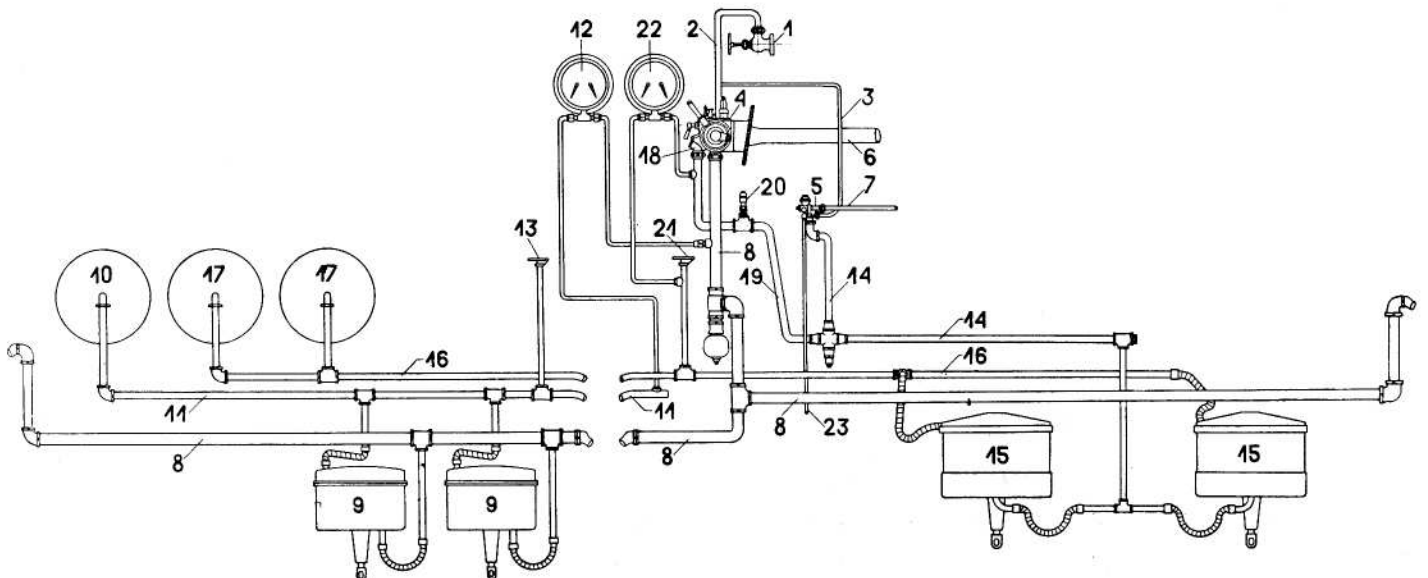

Fig. 343
2) se fig. 343
Her er (1) dobbeltejektor, (2) tenderens hovedledning, (3) beholderledning, (4) vacuumcylinder, (5) vacuumbeholder, (6) luftklap, (7) dobbeltvacuummeter, alt anbragt og virkende som på fig. 343, blot med den forskel, at det nævnte arrangement kun tjener til tende-